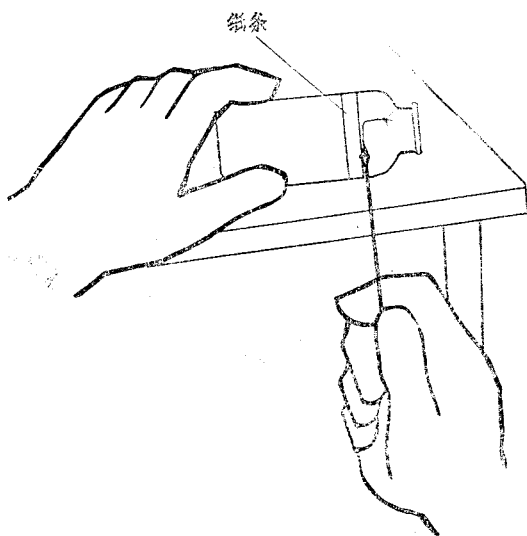

图3 延伸裂纹操作方法
3. 延伸裂纹 这是切割玻璃瓶的最主要的一步。方法是將铁丝尖端在炉子中烧红，烙在离选定的起点裂纹的前沿约 1~2mm 处，瞬间裂纹即向前延伸，直到铁丝尖端接触处为止。稍稍移动铁丝，裂纹又跟踪延伸。操作方法如图3所示。铁丝向什么方向移动，裂纹即向什么方向延伸。铁丝温度不够时，再次烧热继续操作。为了提高切割效率，最好同时烧热两根(或几根)铁丝，轮换使用。